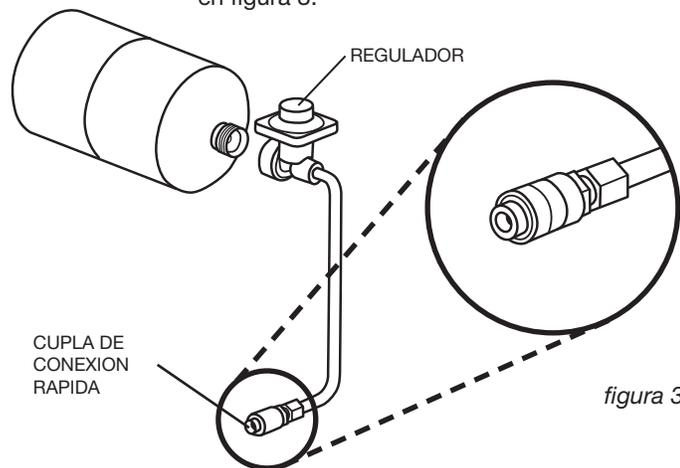

figura 3
1. Sosteniendo el regulador en una mano, empujar el cilindro de propano hacia dentro del regulador y gire en dirección horario hasta que esté bien apretado. Tirar del acoplador de conexión rápida hasta que oiga un clic, tal como es mostrado en figura 3.